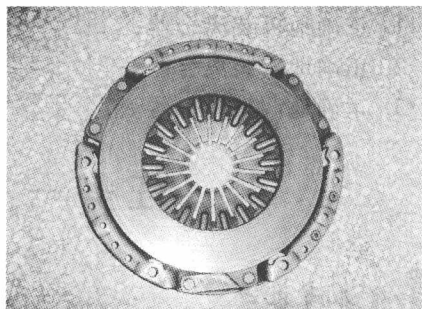

图 1-4 检查飞轮表面
- 4) 还应仔细检查飞轮表面。通常，飞轮表面的损伤可以通过重新加工表面去掉，还要检查飞轮的端面跳动和导向衬套或轴承，如图 1-4 所示。